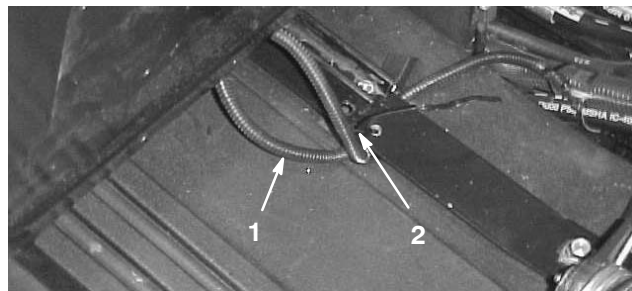

Figure 5
6. Pour le siège de luxe seulement, faites repasser le fil du connecteur libre du contacteur du siège sous la bride de montage et fixez les deux fils au trou le plus éloigné de la bride (Fig. 5) à l'aide d'un serre-câble (le serre-câble fait partie du kit siège).